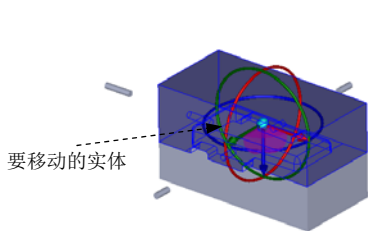

图 10.7.22 要移动的实体
Step2. 选取移动的实体。选取图 10.7.22 所示的型腔作为要移动的实体。